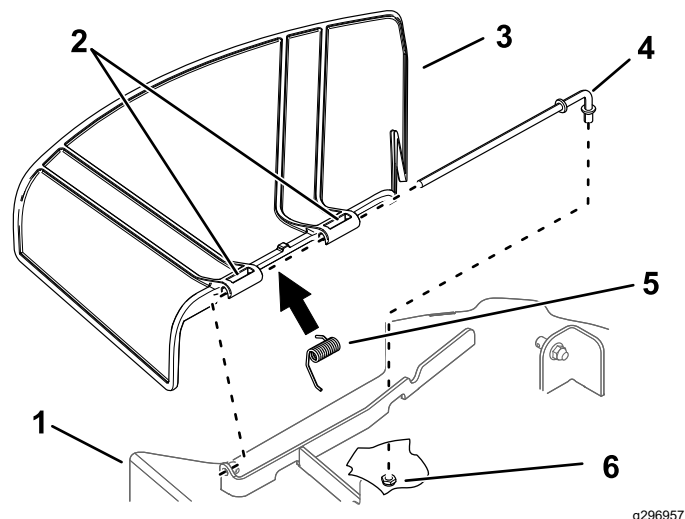

Figure 75
1. Retirez l'écrou ($\frac{3}{8}$ ") de la tige, sous le plateau de coupe (Figure 75).
2. Sortez la tige de la courte cheville de positionnement, du ressort et du déflecteur d'herbe (Figure 75).
4. Remettez en place le déflecteur d'herbe (Figure 75).
7. Insérez la tige dans le deuxième support du déflecteur d'herbe (Figure 75).
9. Fixez l'extrémité arrière de la tige dans le plateau de coupe à l'aide d'un écrou ($\frac{3}{8}$ "), comme montré à la Figure 75.